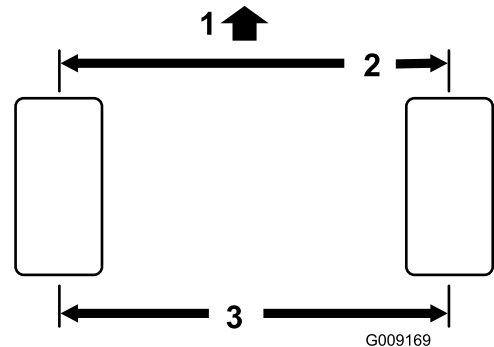

Bild 65
2. Messen Sie den Abstand vorne und hinten an den Lenkreifen Mitte-zu-Mitte (auf Achshöhe). **Bild 65**